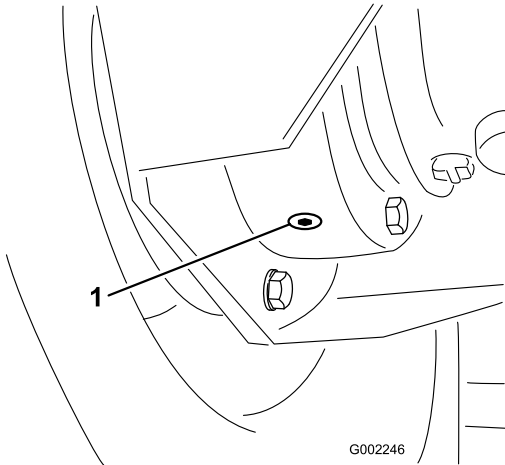

Figure 67
4. Placez un bac de vidange sous le bouchon de vidange intérieur et retirez le bouchon (Figure 67).